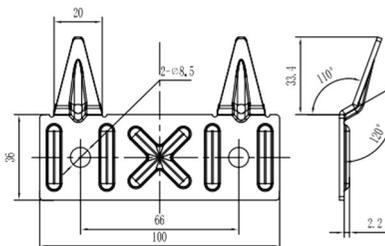

Bild 3
2. Nach der Wahl des Montageortes bohren Sie zwei Löcher-Tiefe, entsprechend der Größe der Dübel und Befestigungsschrauben in die Wand, setzen sie die Dübel und Schrauben ein, drehen Sie den Haken nach oben, ziehen Sie die Muttern fest an und montieren Sie den Elektro-Warmwasserspeicher daran (siehe Abbildung 3).